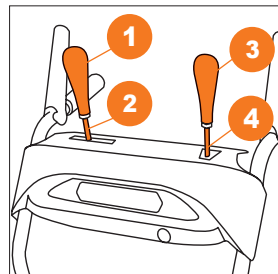

Рис. 9
- Закрепите рукоятку рычага выбора передач **1** к штанге управления передачами **2** (Рис. 9).
- Закрепите рукоятку рычага управления дальностью выброса **3** к рычагу управления выбросом **4** (Рис. 9).